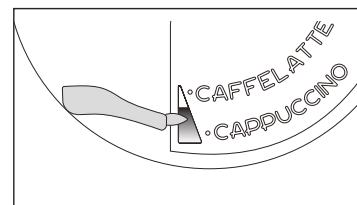

Abb. 41
- Stellen Sie den Schieber für die Milchschaumqualität (C1) zwischen die auf dem Deckel des Milchbehälters aufgedruckten Worte CAPPUCCINO und CAFFELATTE. Die Milchschaummenge lässt sich durch Bewegen des Schiebers zum Wort CAFFELATTE für einen festeren Schaum einstellen. Durch Bewegen zum Wort CAPPUCCINO erhält man einen luftigeren Schaum (Abb. 41).